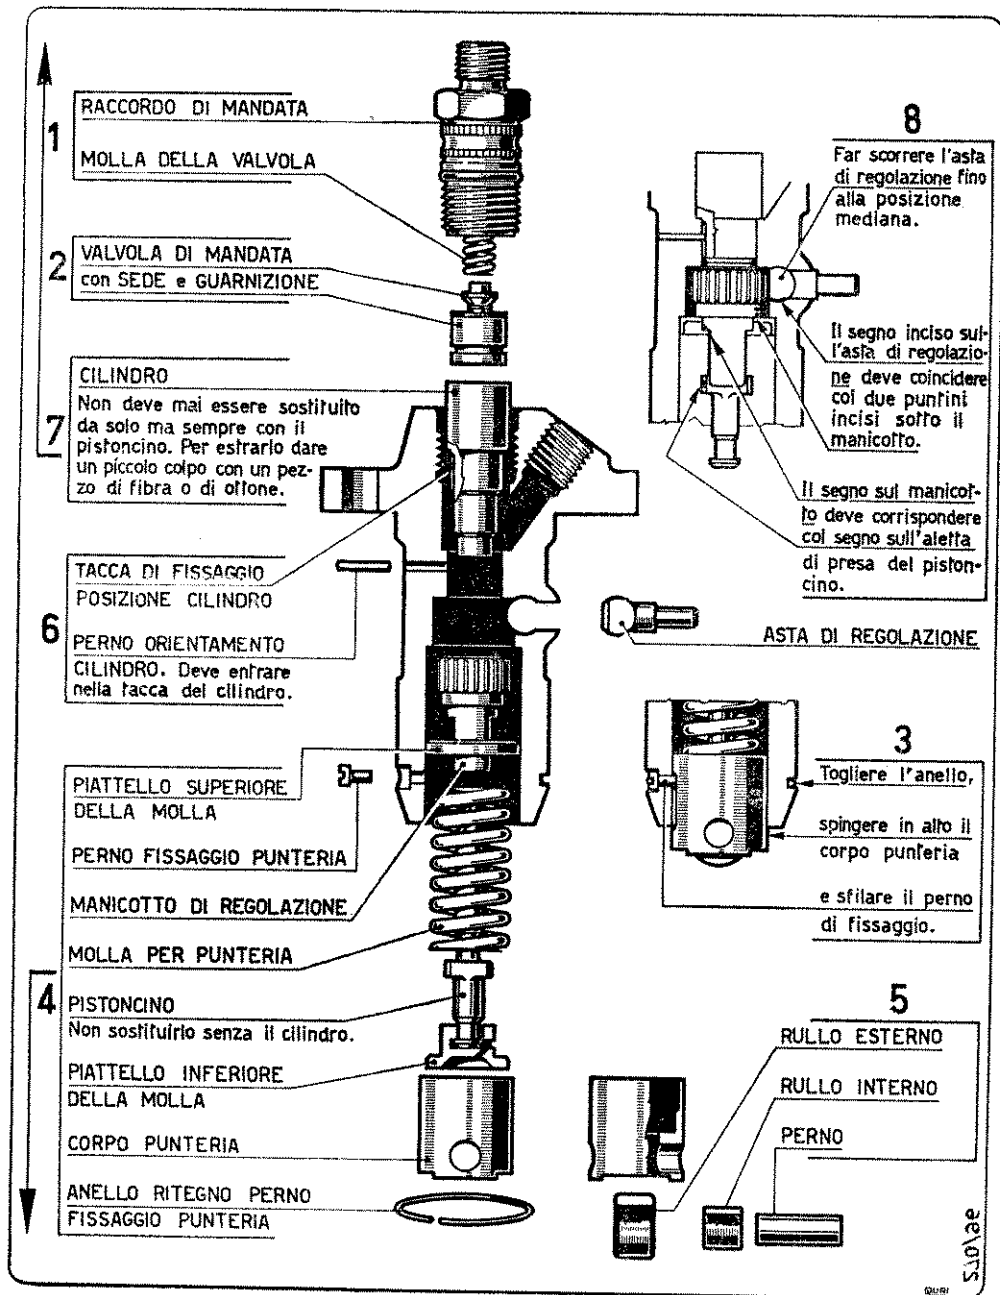

Fig. 1 - ISTRUZIONI PER LO SMONTAGGIO E IL RIMONTAGGIO DELLA POMPA INIEZIONE
**A) Pompa iniezione.** — E' del tipo BOSCH; è fissata in apposito alloggiamento del basamento. La camma agisce sul rullino del pompante tramite un bilanciere. Per quanto riguarda le istruzioni per lo smontaggio e il rimontaggio degli elementi che compongono la pompa iniezione vedere fig. 1 a pag. 6.